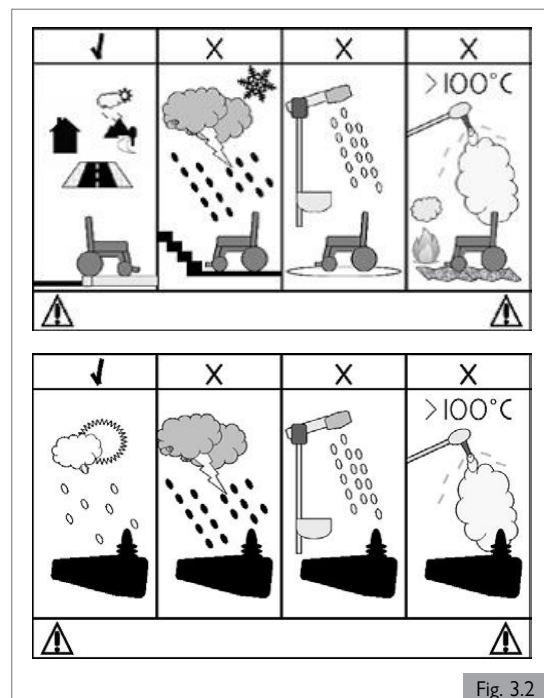

Fig. 3.2
3.2 Domaine d'application : l'environnement de l'utilisateur (Fig. 3.2)